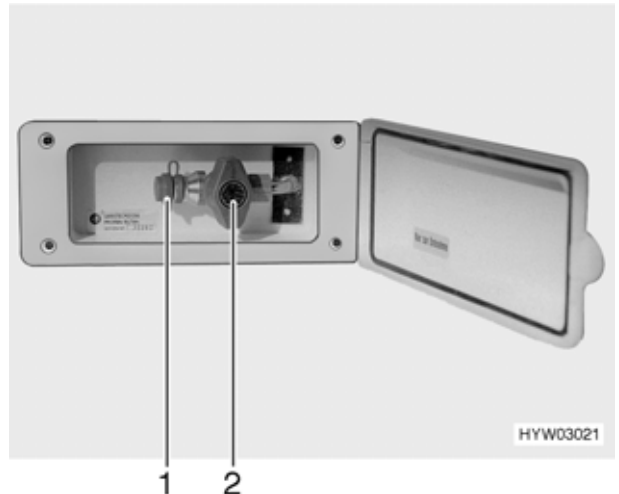

Bild 95 Externer Gasanschluss, Absperrhahn geschlossen
- ▶ Wenn der externe Gasanschluss nicht genutzt wird, immer den Absperrhahn (Bild 95,2) schließen.
- ▶ Darauf achten, dass nach dem Anschließen und nach dem Öffnen des Absperrhahns kein Gas an der Anschluss-Stelle (Bild 95,1) austritt. Wenn der externe Gasanschluss nicht dicht ist, strömt Gas ins Freie. Sofort den Absperrhahn und das Haupt-Absperrventil an der Gasflasche schließen. Den externen Gasanschluss von einer autorisierten Fachwerkstatt prüfen lassen.
Der externe Gasanschluss (Bild 95) befindet sich vorne rechts neben dem Gaskasten.